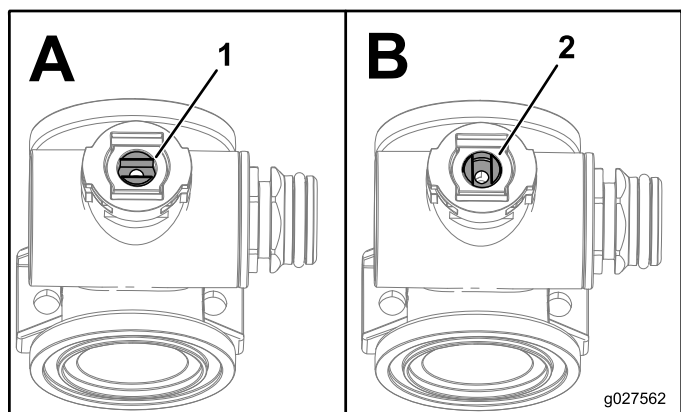

Figura 122
1. Posicione a haste da válvula para que fique na posição fechada (Figura 122 B).
- Rode a haste da válvula para que a esfera fique na posição aberta (Figura 122 A).